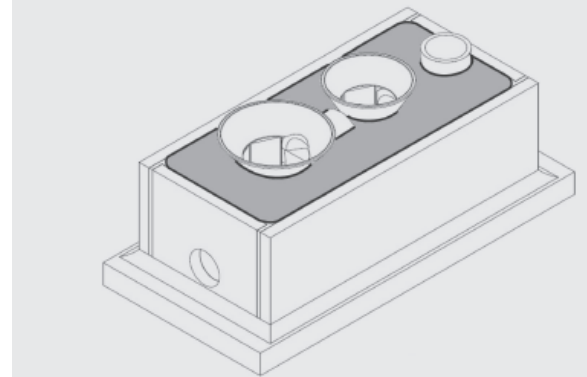

Figura 20
**#25** Cubra las hornillas y la chimenea con periódicos. Eche ceniza dentro del espacio alrededor de las piezas de cerámicas y empuje continuamente la ceniza con una tabla, dejando una media pulgada de espacio entre las cenizas y la altura de las paredes de cemento (**Figura 20**). **Tenga cuidado de no poner demasiado presión encima de los tubos.** La ceniza circunda las hornillas, tubos y chimenea en todos los lados externos. Eche una capa de tierra encima de la ceniza, y empújela para que esa capa quede bajo las paredes de cemento.